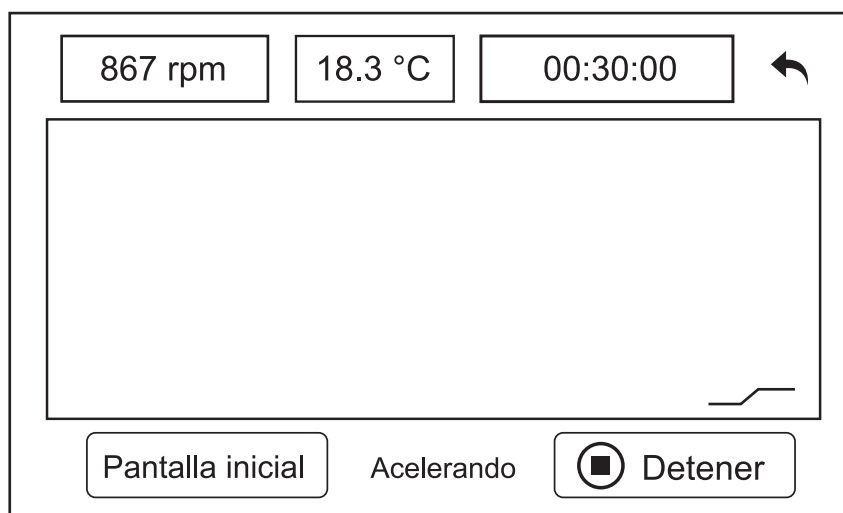

Figura 14.
d) La centrifuga comenzará a funcionar según los parámetros configurados. Al pulsar el botón “**Gráfica**”, se mostrará la interfaz de curvas, como se muestra en la Figura 14. Seleccione “**Detener**” en caso parar el proceso.